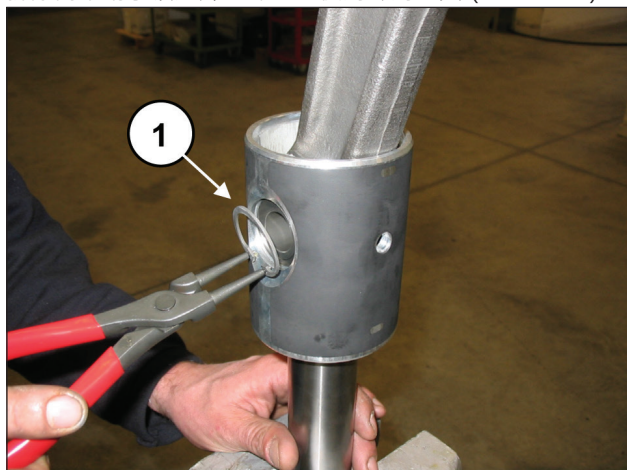
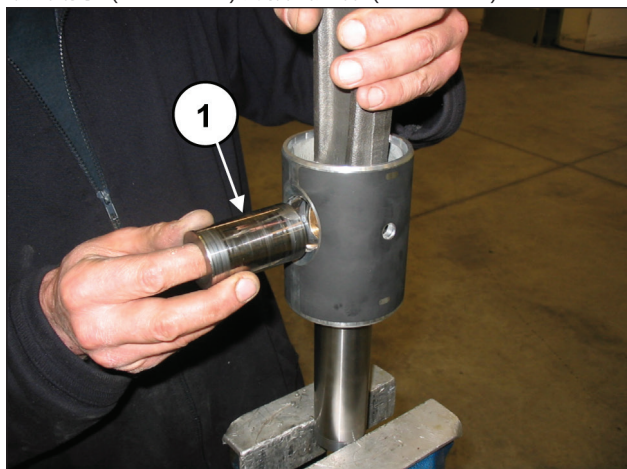
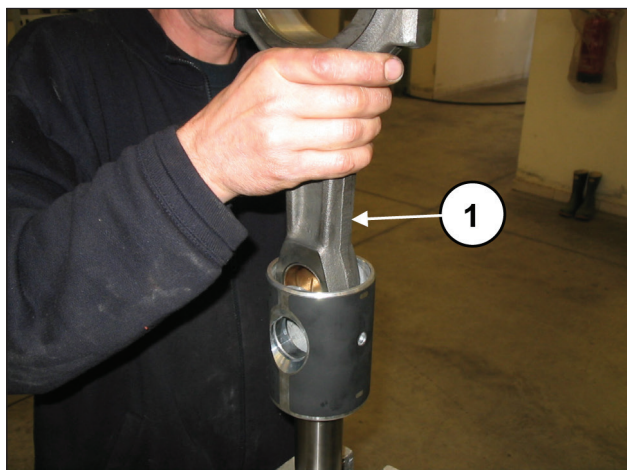

图 44
图 45
图 46
拆除两个销子锁定开口环，可使用专用工具 (①·图 44)。
取出销子 (①·图 45) 并抽出连杆 (①·图 46)。
将连杆插入柱塞导承 (①·图 46)，接着插入销子 (①·图 45)。安装两个止挡开口环，可使用专用工具 (①·图 44)。